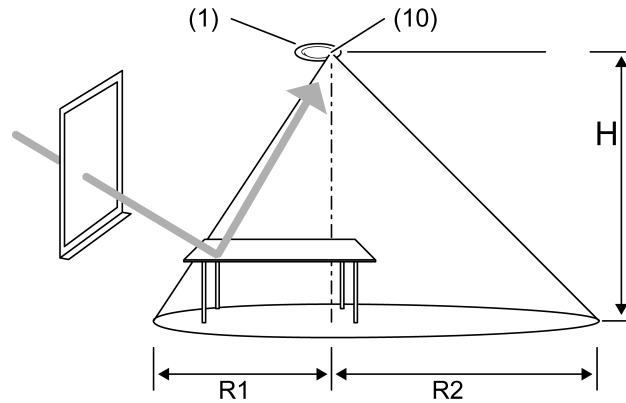

рисунок 7
- Во время монтажа выровнять устройство таким образом, чтобы датчик освещенности (10) не был обращен в сторону окна (рисунок 7).